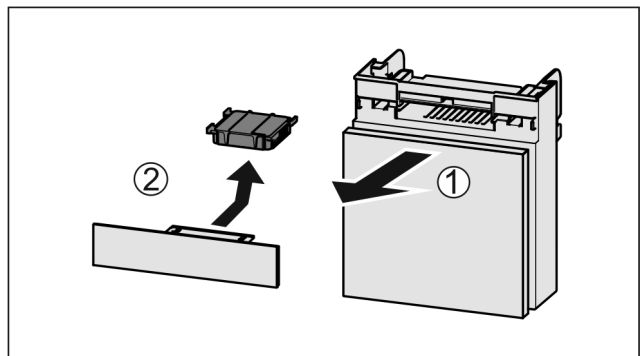

Fig. 42
- ▶ Estrarre il vano tirando in avanti Fig. 42 (1).
- ▶ Rimuovere il filtro a carboni attivi Fig. 42 (2).